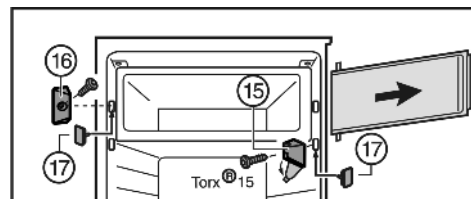

Fig. 6
- Ouvrir le cache du support d'appui Fig. 6 (15).
- Dévisser le support d'appui Fig. 6 (15) avec la porte du compartiment.
- Dévisser l'élément de fermeture Fig. 6 (16).
- Boucher les trous à l'aide des bouchons Fig. 6 (17) joints.